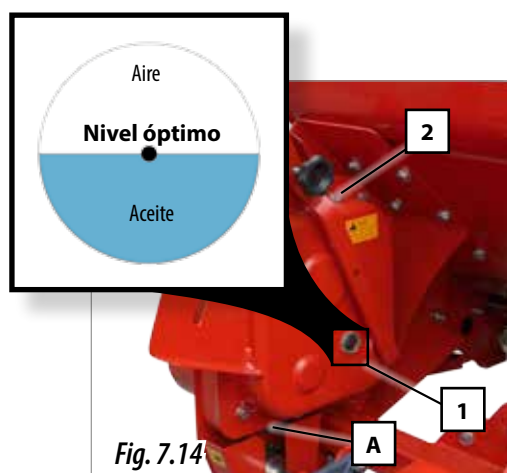

Fig. 7.14
Controlar periódicamente el nivel de aceite del variador de velocidad a través de la mirilla (1, Fig. 7.14).
- 1- Extraer el tapón (2, Fig. 7.14) para vaciar de aceite el variador.
- 3- Llenar el depósito, controlar el nivel a través de la mirilla (1, Fig. 7.14).
Para **VACIAR** el depósito de aceite, deberá extraer el tapón inferior (3, Fig. 7.14).